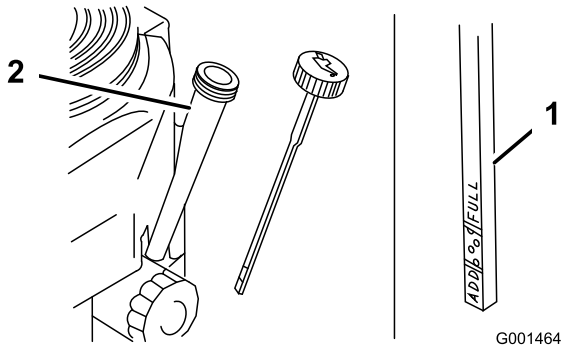

Figura 34
4. Pulite attorno all'asta di livello (Figura 34) in modo che la morchia non possa penetrare nel foro di rifornimento e danneggiare il motore.
5. Svitare l'asta di livello dell'olio e pulitene l'estremità (Figura 34).
6. Inserite a fondo l'asta di livello nel tubo di rifornimento, senza avvitare (Figura 34).
8. Versate lentamente nel tubo di rifornimento (Figura 34) l'80% circa dell'olio indicato.